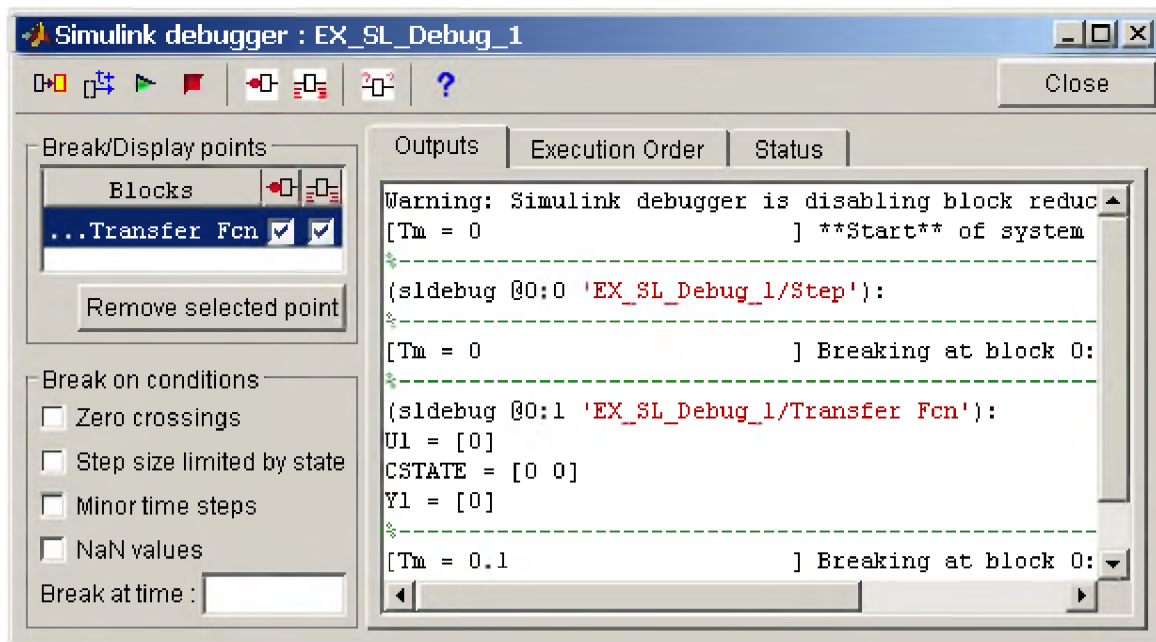

Рис. 13.3 Окно отладчика с установленной точкой прерывания для блока **Transfer Fcn**
Для установки точки прерывания достаточно выделить блок в окне модели и, затем, нажать данную кнопку. Название блока немедленно появится в окне **Break/Display points** отладчика, как это показано на рис. 13.3.
6. **Display I/O of selected block with executed** – Отображать значения входных и выходных сигналов. Данная кнопка позволяет установить режим просмотра входных и выходных сигналов какого-либо неvirtуального блока. Режим может быть установлен как для блока, для которого установлена точка прерывания, так и для блока для которого контрольная точка не установлена. Значения входных и выходных сигналов отображаются на вкладке **Outputs** окна отладчика. Входные сигналы отображаются идентификаторами **U1**, **U2**, **U3** и т.д., а выходные – **Y1**, **Y2**, **Y3** и т.д. Дополнительно здесь же отображаются значения переменных состояния – **CSTATE** (см. рис. 13.3).